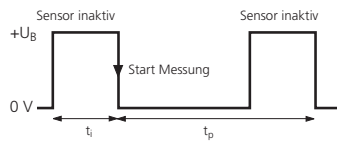

Abb. 3: Externes Synchronisationssignal
- Hierzu ist am Sync-Eingang aller Sensoren ein Rechtecksignal mit Pulsbreite ti und Wiederholrate tp anzulegen (Abb. 3 und technische Daten).